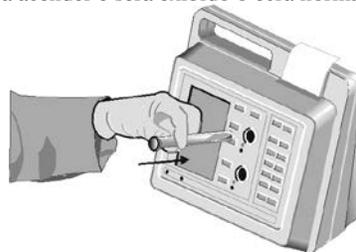

Figura 9. Inserir o tubo de ensaio no poço
3. Insira o tubo de ensaio no poço. (Figura 9 abaixo). Rode o tubo rapidamente no sentido dos ponteiros do relógio, uma volta completa. O ecrã exibirá momentaneamente a mensagem **DETECTING MAGNET PLEASE WAIT (A DETETAR O ÍMAN, AGUARDE)**.